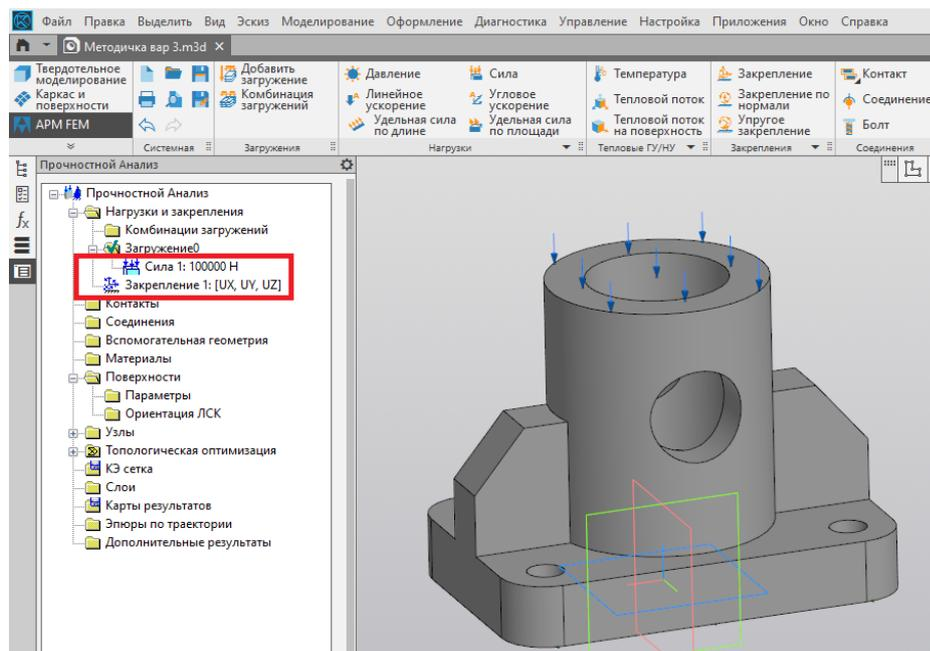

Рис. 168
5. Делаем скриншот с деревом построений, где прописана сила и закрепление (рис. 168).